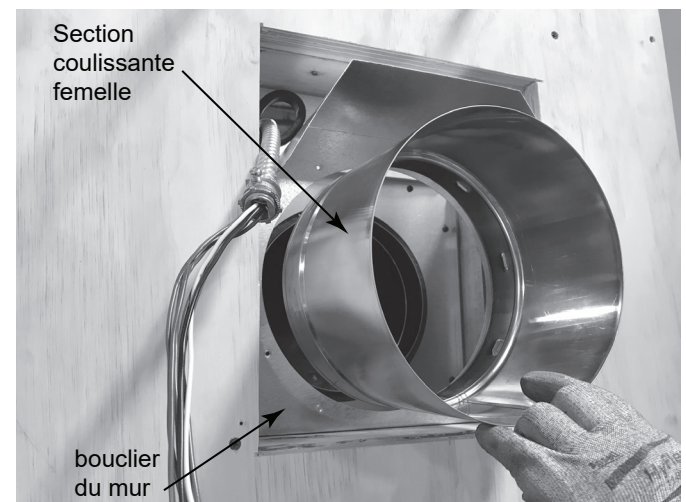

Figure 7.12
- Insérez l'extrémité percée de la section femelle à emboîter à travers l'écran mural pare-feu et raccordez-la au collier de l'appareil, dans le cas d'installations d'évacuation minimales, ou à la dernière section du conduit d'évacuation pour les conduits plus longs. Voir la Figure 7.12.